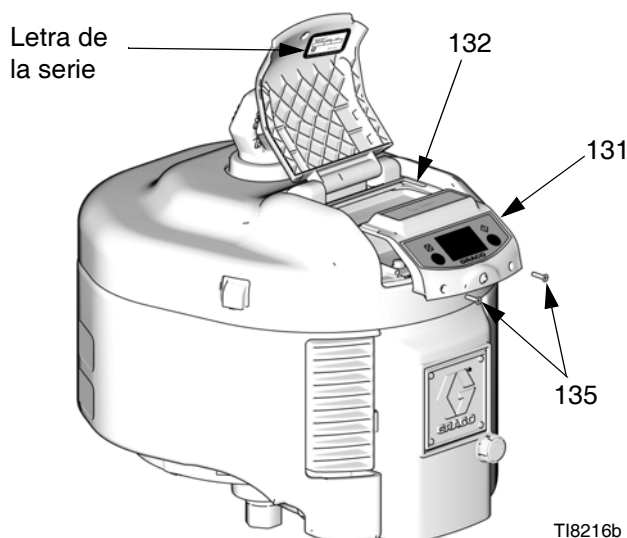

FIG. 4. Retire el módulo DataTrak
1. Retire los dos tornillos (135). Deslice cuidadosamente el módulo DataTrak (131) para sacarlo del alojamiento (132). Vea la FIG. 4.
* En la FIG. 4 se muestra dónde se encuentra la letra de la serie.